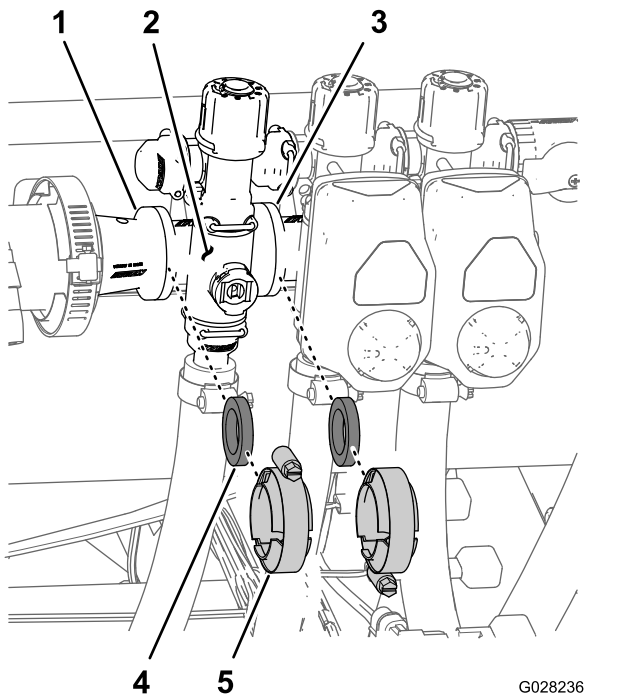

**Figure 72**
3. Retirez le boulon à embase et le contre-écrou à embase qui fixent la vanne principale au support, puis déposez le collecteur de la machine (Figure 72).